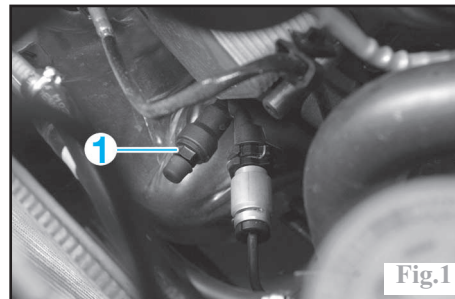

Fig.1
Déposer le bouchon sur la vis de purge (1) du récepteur hydraulique sur la boîte de vitesses (Fig.1).